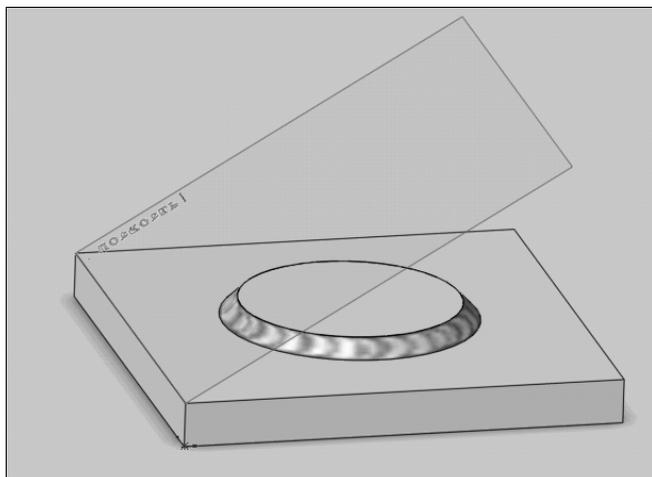

Рис. 5.64
5. Давайте исправим создавшуюся ситуацию. Для этого нам надо сформировать промежуточное тело. Нажмите кнопку **Закрыть** в окне **Что неверно?** и снова выберите режим редактирования теперь уже наклонного цилиндра. В диалоговом окне **Вытянуть2** очистите поле  — **Направление вытяжки**, чтобы отключить наклон, и в поле  — **Глубина** установите значение 4 мм (радиус скругления шва). Проверьте параметр **Результат слияния** — флажка быть не должно. Теперь нажмите кнопку **ОК**  — должен получиться сварной шов (рис. 5.64).